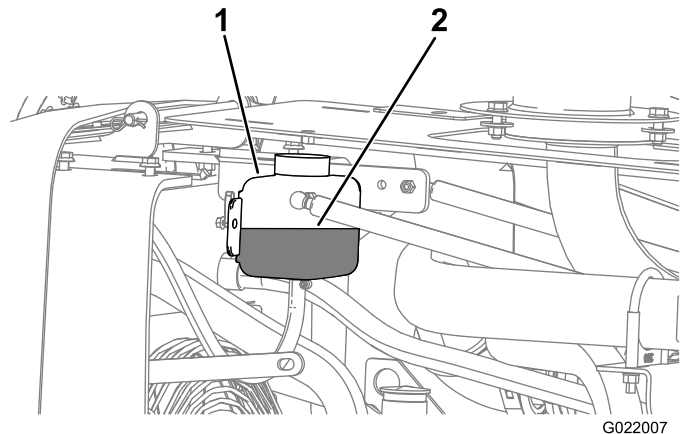
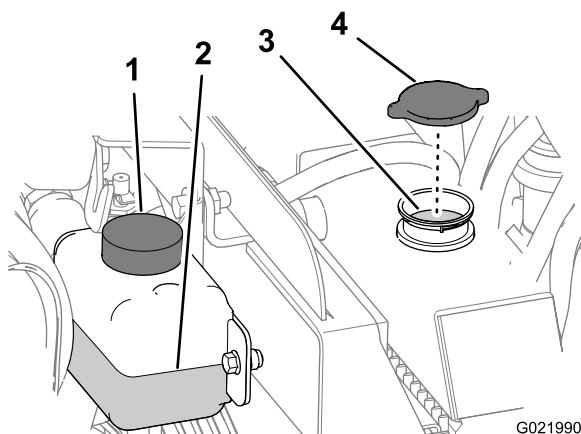

Figura 138
Figura 139
4. Compruebe el nivel de refrigerante del depósito (Figura 138).
4. Retire el tapón del radiador del cuello de llenado del radiador y compruebe el nivel de refrigerante (Figura 138 y Figura 139).
5. Si el nivel de refrigerante es bajo, añada refrigerante hasta que el nivel llegue al borde inferior del cuello de llenado (Figura 139).
6. Instale el tapón de llenado del radiador, asegurándose de que quede bien cerrado (Figura 139).
4. Retire el tapón del radiador (Figura 139).
2. Retire el tapón del radiador (Figura 139).
4. Instale el tapón del radiador (Figura 139).